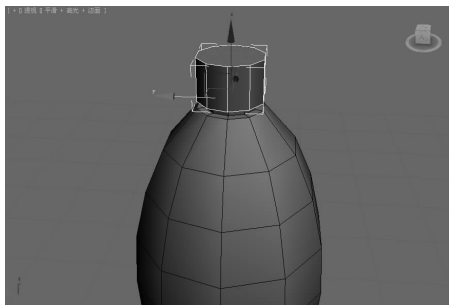

图 5-86 创建瓶盖圆柱体 ▲
(1) 单击“创建”面板中的“几何体”按钮,在“对象类型”卷展栏中单击“圆柱体”按钮,在顶视图中拖动鼠标创建第二个圆柱体对象,设置“半径”为 3.5、“高度”为 4.5、“高度分段”为 1、“边数”为 10,如图 5-86 所示。
(2) 在透视图选中新创建的圆柱体并右击,从弹出的四元菜单中选择“隐藏为选定对象”选项,将大的圆柱体暂时隐藏,这样可以在视图中单独编辑第二个圆柱体对象。
(3) 切换到“修改”命令面板,在其下拉列表中选择“编辑多边形”选项,单击“选择”卷展栏中的“多边形”按钮,在透视图选中圆柱体的底面。